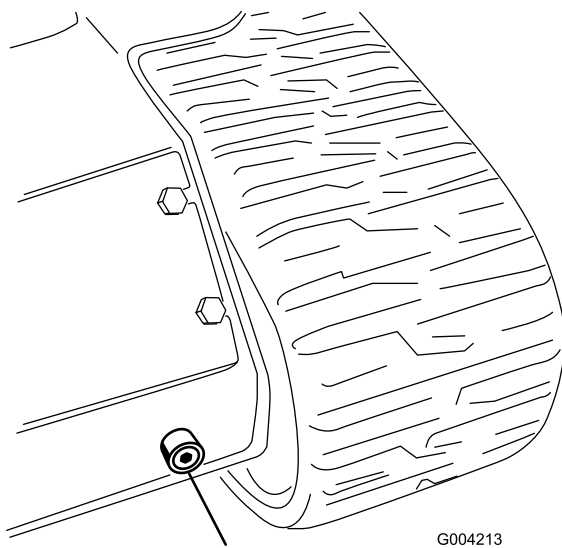

**Figure 59**
5. Enlevez le bouchon et la jauge du réservoir hydraulique (Figure 59).